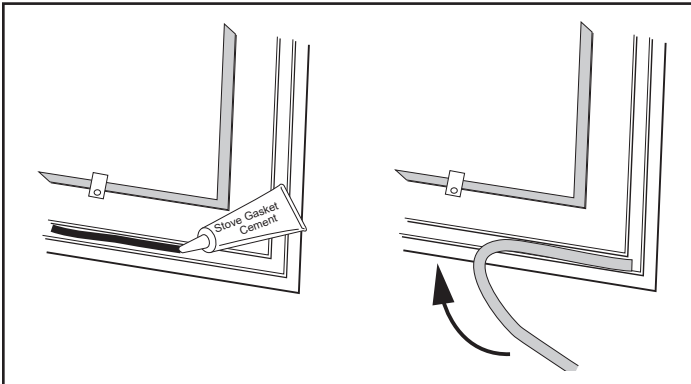

Figure 3,5 – Mettre un cordon de ciment ou de silicone pour joint et puis appuyer sur le joint pour le mettre en place.
- En commençant par une extrémité, enfoncez le joint dans la rainure (Figure 3,5). Veillez à avoir une bonne jonction entre les deux extrémités du joint avant de couper l'excès. Ne chevauchez pas les extrémités du joint et ne laissez pas d'extrémités effilochées ou abimées.